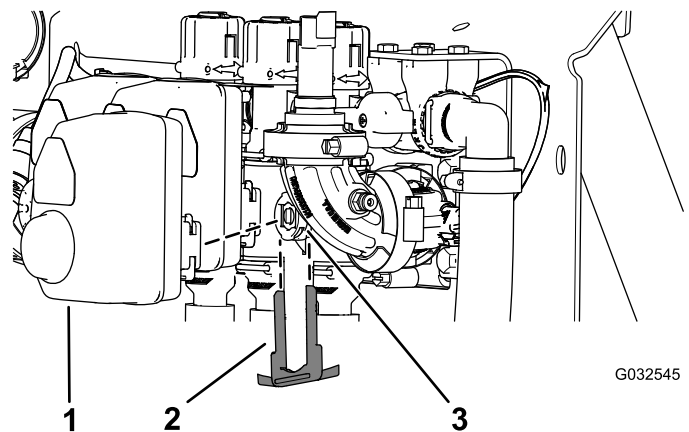

Figure 109
2. Retirez l'étrier qui fixe l'actionneur à la vanne de section de rampe ou la vanne d'agitation sur le collecteur (Figure 109).